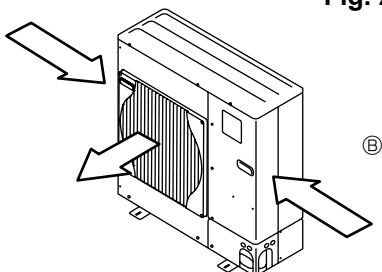

Fig. 2-5
- ③ ПО возможности разместите прибор так, чтобы воздух из выходного отверстия выдувался в направлении, перпендикулярном к сезонному направлению ветра. (Fig. 2-5)